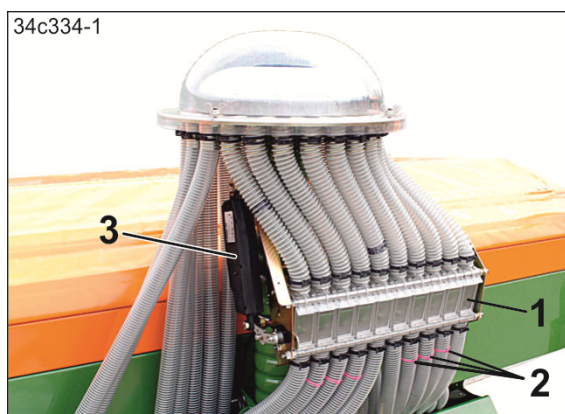

Fig. 71
- les clapets de jalonnage (Fig. 71/1) de la boîte à clapets ferment l'alimentation en semence des conduites de semence (Fig. 71/2) des socs jalonneurs. Les clapets de jalonnage sont actionnés par un moteur électrique (Fig. 71/3).
Les clapets actifs de la boîte à clapets sont marqués. Les clapets de jalonnage actifs sont marqués par des serre-câbles rouges (Fig. 71/2) sur les conduites de semence.